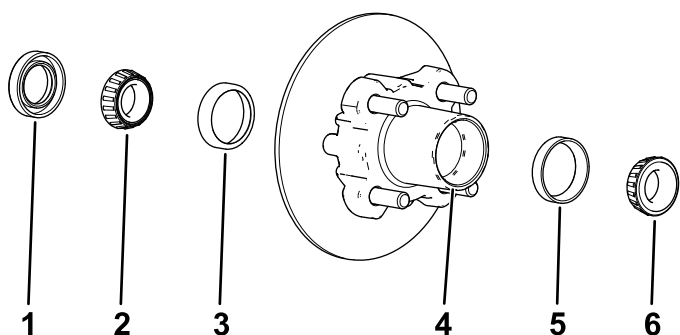

Figura 33
- Scoatei rulmentul exterior i calea de rulare a rulmentului din butuc (Figura 33).
- Îndepărtai garnitura i rulmentul interior de pe butuc (Figura 33).
- Curăai cavitatea butucului de toate urmele de grăsime, murdărie i reziduuri (Figura 33).
- Umplei cavitatea butucului între 50% i 80% cu lubrifiantul specificat (Figura 33).
- Montai rulmentul interior pe calea de rulare din partea interioară a butucului i instalai garnitura (Figura 33).